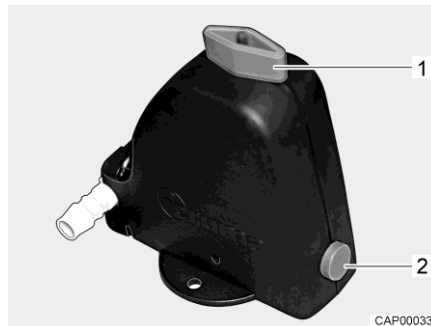
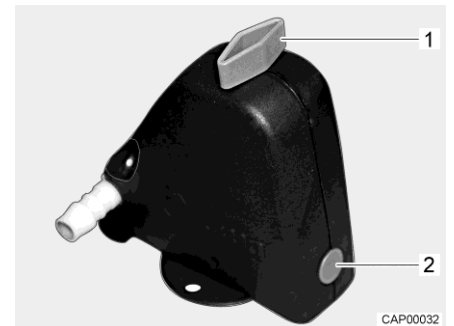

Bild 67 Säkerhets-/avtappningsventil öppen
Bild 68 Säkerhets-/avtappningsventil stängd
- Stäng säkerhets-/avtappningsventilen. Ställ vredet (Bild 67,1) diagonalt mot säkerhets-/avtappningsventilen och tryck in tryckknappen (Bild 67,2). Den stängda säkerhets-/avtappningsventilen visas i Bild 68. Vid temperaturer lägre än 6 °C kan säkerhets-/avtappningsventilen inte stängas.